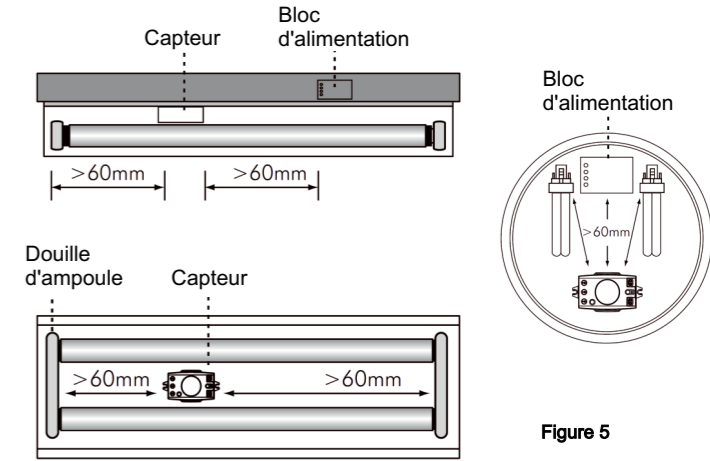

Figure 5
- 4.3.6 Lorsque le luminaire se compose de plusieurs matériaux, veillez à ce que le module soit monté à une distance d'au moins 60 mm des pièces métalliques (comme le bloc d'alimentation, la douille ou l'ampoule avec douille). (Voir figure 5).